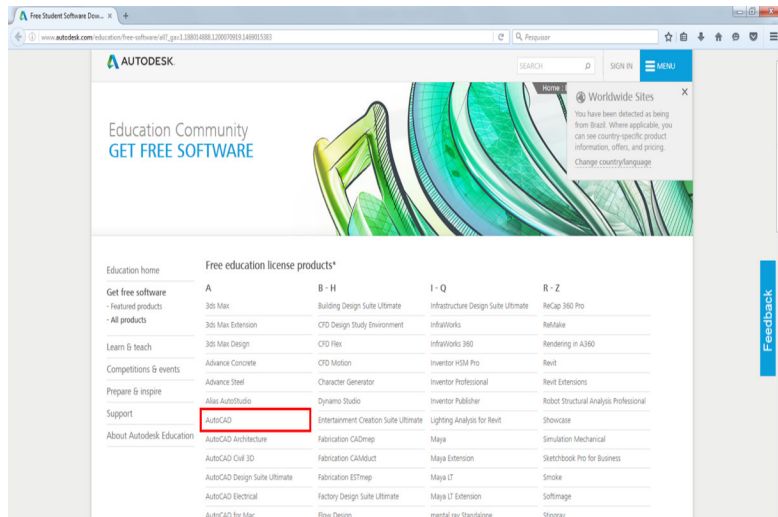

Figura 3 - Área para seleção do *software* que se deseja baixar, AutoCAD
d) Será aberta uma nova aba na qual o estudante deverá selecionar o *Software* que deseja instalar. O *Software* de no nosso interesse é o AutoCAD (Figura 3);